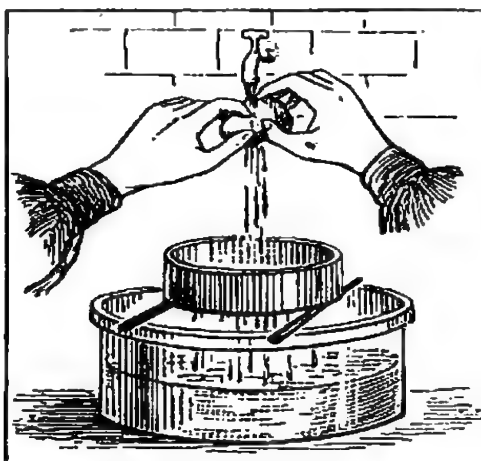

Fig. 434. — L'eau entraîne l'amidon de la farine.
**2. Amidon.** — **EXPÉRIENCE.** — Si avec de la farine de blé on fait une pâte et qu'on la *malaxe*1 au-dessus d'un vase, sous un mince filet d'eau (*fig. 434*), il reste entre les doigts une matière grise élastique, le **gluten**. L'eau a entraîné de l'*amidon* qui, laissé à lui-même, se dépose au fond du vase.